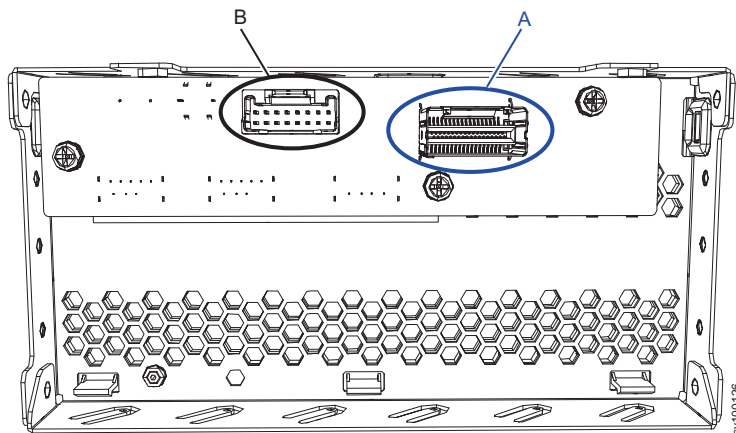

Figura 267. Os conectores a cabo na parte traseira do painel de informações do operador do 2145-SV1
2. Conecte cada cabo ao conector apropriado na parte traseira do painel de informações do operador, conforme mostrado em Figura 267 na página 334.